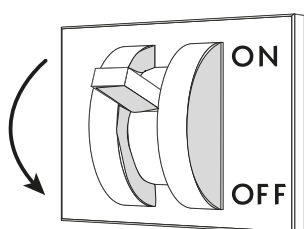

Fig. 23
- Desconectar la alimentaci  n el  ctrica del mueble mediante el interruptor seccionador general instalado en la pared ("Fig. 23").